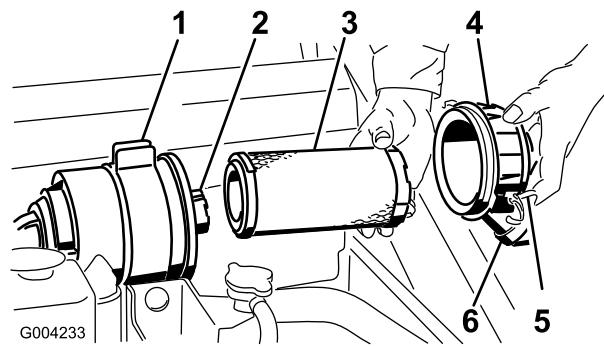

Figura 33
3. Rilasciare i dispositivi di fermo del filtro dell'aria e togliere il coperchio dal corpo del filtro (Figura 33).
6. Estrarre con cautela il filtro primario dal corpo del filtro dell'aria (Figura 33). Non urtare il filtro contro il corpo.
- Se si sostituisce il filtro di sicurezza, far scorrere delicatamente il nuovo filtro nel corpo del filtro (Figura 33).
- Montare con cautela il filtro primario sul filtro di sicurezza (Figura 33). Verificare che sia inserito a fondo, premendo sul bordo esterno del filtro mentre lo si inserisce.
- Montare il coperchio del filtro dell'aria con il lato contrassegnato UP (alto) rivolto in alto, quindi fissare i dispositivi di fermo (Figura 33).